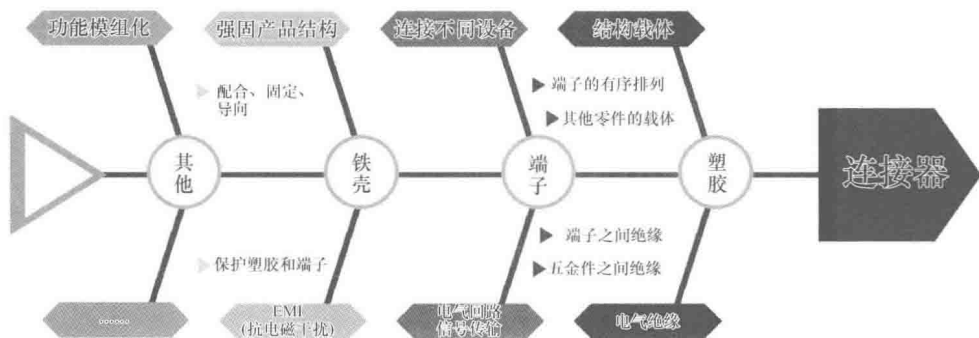

图 3-9 连接器的组件属性功能
(2) 零件属性 连接器的组件都很简单,但有各自的属性功能(见图3-9),如能熟练利用,对自动化机构设计大有裨益。以塑胶为例,由于其主要属性是绝缘,同时作为产品的结构本体,与其他零件进行装配时,要有足够的导向、防呆(一种预防矫正的行为约束手段,运用避免产生错误的限制方法,让操作者不需要花费注意力,也不需要经验与专业知识即可直接无误地完成正确的操作)和防尘措施,生产上应该注意减少和避免尺寸波动、应力集中、来料变形,以免影响产品的装配。因此,设备上应该注意杜绝可能对塑胶造成破坏的机构或工艺,裂纹和破损缺陷都可能造成产品功能失效……